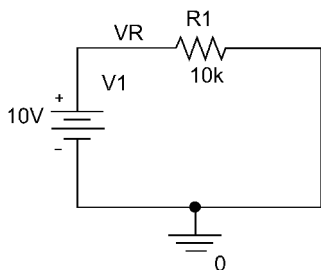
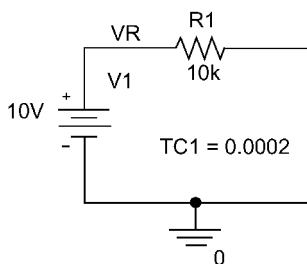

图 15.4 添加电路温度系数
图 15.5 显示温度系数 $TC1$ 的名称和参数值
1. 绘制如图 15.4 所示的电路图，双击电阻打开属性编辑器。把线性温度系数 $TC1$ 的值设置为 0.0002，然后按照图 15.5 所示对 $TC1$ 的名称和数值进行显示设置。最后按照电路图所示对网络节点 VR 进行命名 (**Place > Net Alias**)。